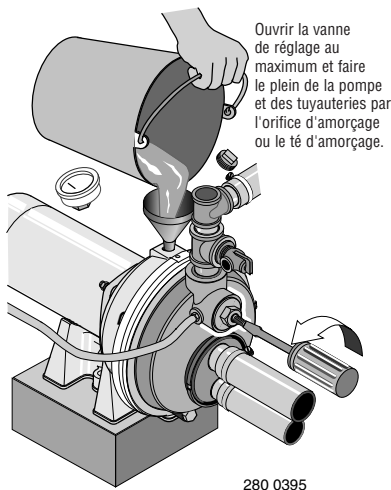

Figure 15 : Remplissage de la pompe
- 1 ° Ouvrir au maximum la vanne de réglage (voir la Figure 15), déposer le bouchon d'amorçage de la pompe, puis faire le plein de la pompe, de toutes les tuyauteries entre la pompe et le puits et s'assurer que toutes les tuyauteries du puits sont pleines d'eau. Si un té d'amorçage a été posé sur le tuyau d'aspiration, déposer le bouchon du té et faire le plein de la tuyauterie d'aspiration.